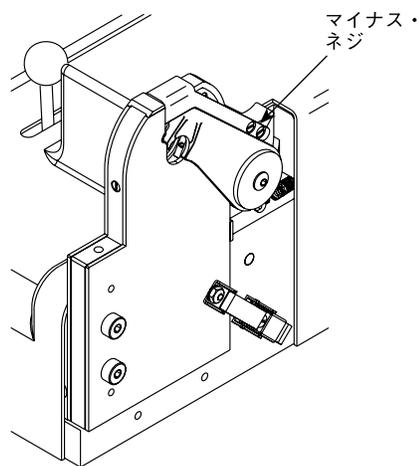

図 62：アーク・シールドを交換する
1. アーク・シールドを可動型クランプに固定している 4本のマイナス・ネジを取り外します。図 62 をご参照ください。